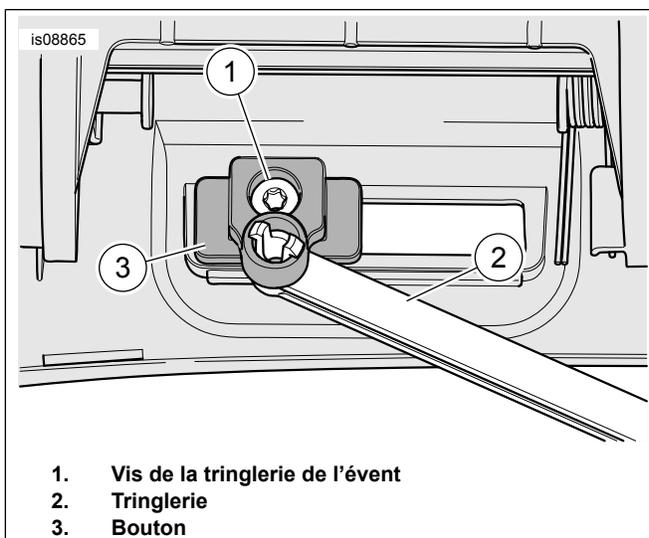

Figure 4. Vis de la tringlerie de l'évent
4. Consultez Figure 4 . Retirez la vis (1). Retirez la tringlerie (2). Installez sur la nouvelle enceinte avant. Serrer.